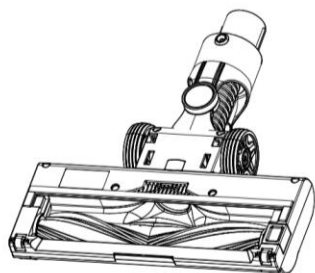

Figure 1.
1. Izvadite električnu podnu četku iz glavnog aparata prema prethodnom opisu i okrenite četku (Figure 1)